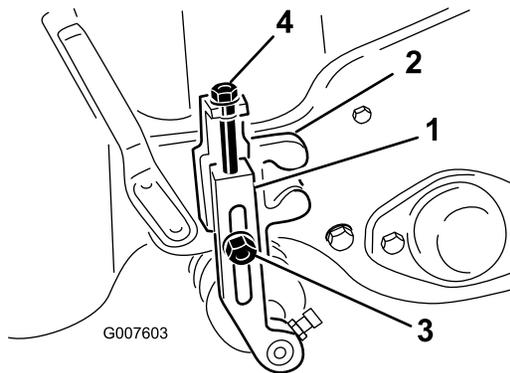

Bild 47
2. Lösen Sie die Sicherungsmuttern, die die Schnitthöheinstellarme zur Schnitthöheinstellhalterungen festlegen (Bild 47).